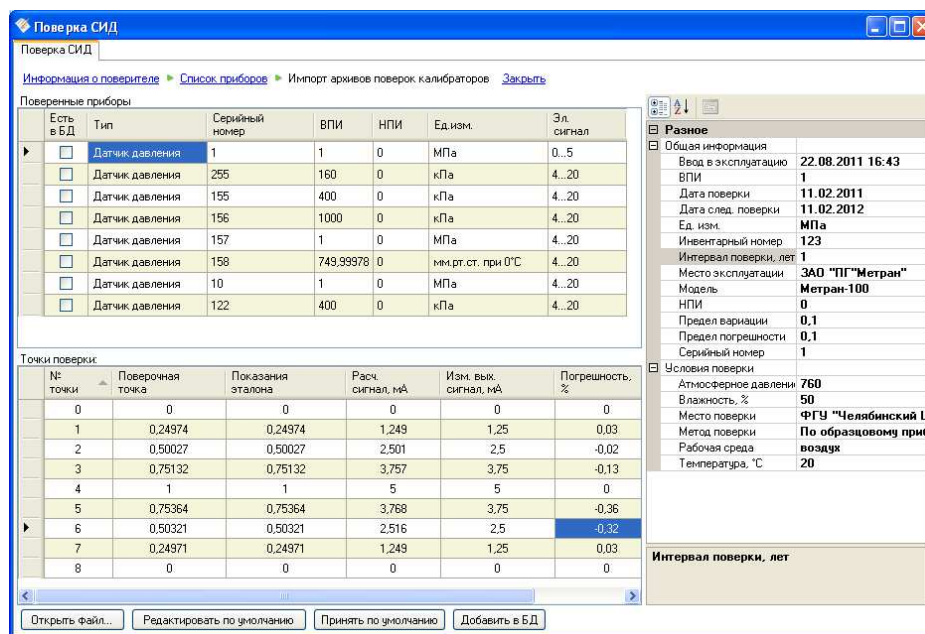

Рисунок 4.12 – Импорт архивов поверок калибраторов
- нажать кнопку «Открыть файл» (Рисунок 4.12) и выбрать в диалоговом окне XML файл с сохраненным архивом поверок;
На этапе импорта архива поверок в программе отображаются компоненты (см. Рисунок 4.12):